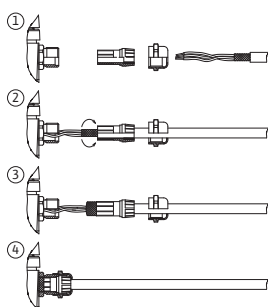

Fig. 29: Support de blindage
Le blindage est relié au passe-câble au niveau du module électronique. Voir Fig. 29.
Le blindage des câbles des entrées numériques, des entrées analogiques et de la communication bus doit recouvrir les passe-câbles à vis métalliques de la traversée de câble (Fig. 21, pos. 4, 5 et 6). Blindage voir Fig. 29.